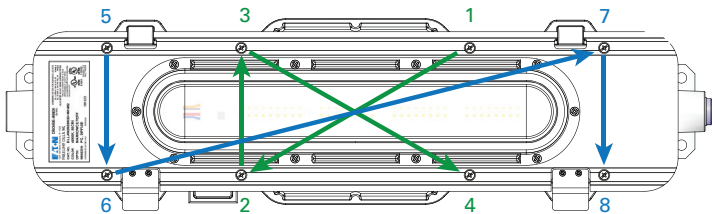

Figura 1. Ubicaciones de los tornillos de la carcasa del controlador DLLA2
2. Asegúrese de que todos los tornillos de la cubierta del controlador estén sin la carcasa del controlador (consulte la Figura 1). Los tornillos son de tipo cautivo y no deben quitarse completamente del conjunto de motor de luz.
14. Vuelva a colocar el conector del motor de luz LED con sujetadores de enganche. Verifique que no haya cables de la luminaria atrapados entre el motor de luz y la carcasa del controlador. Coloque todos los tornillos antes de apretarlos, asegurándose de que ninguno esté con el enrosque en falso. Termine de apretar los ocho (8) tornillos de montaje de la cubierta con un torque de 23 in-lb (2,6 N-m) con la secuencia de atornillado indicada en la Figura 1.